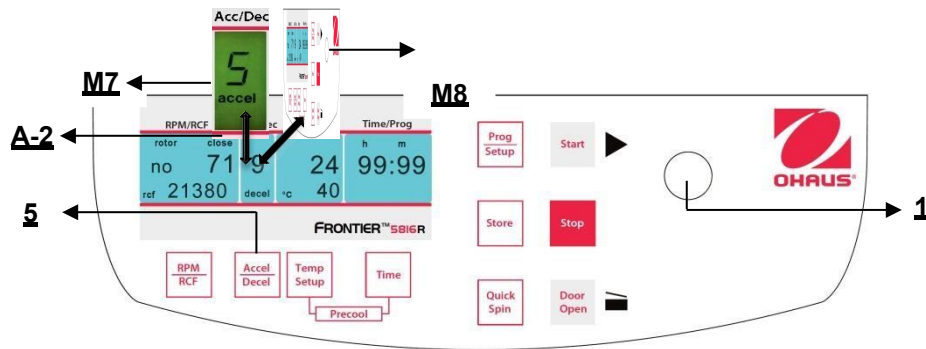

Abbildung 21
Diese Funktion wird durch die Taste **"Accel/Decel"** (5) aktiviert (siehe Abbildung 21).